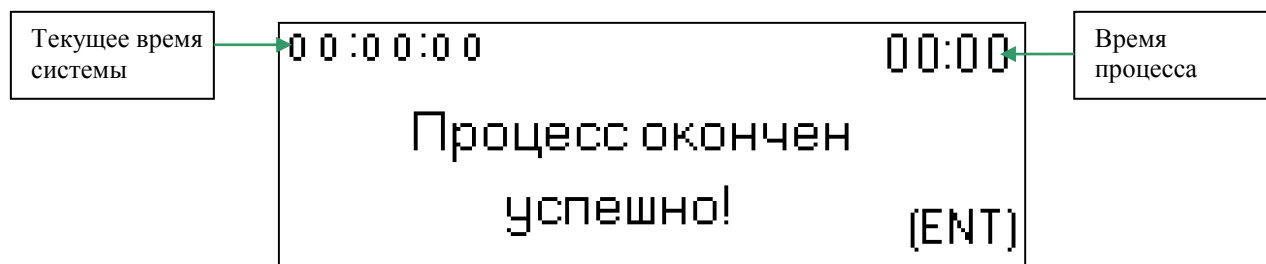

Рис. 14
7.14. После прохождения всех этапов, цикл стерилизации автоматически завершается, раздается звуковой сигнал, на экране появляется надпись: «Процесс окончен успешно» (рис. 14). Это означает, что цикл стерилизации закончен. Для прерывания звукового сигнала необходимо нажать клавишу «ENT».